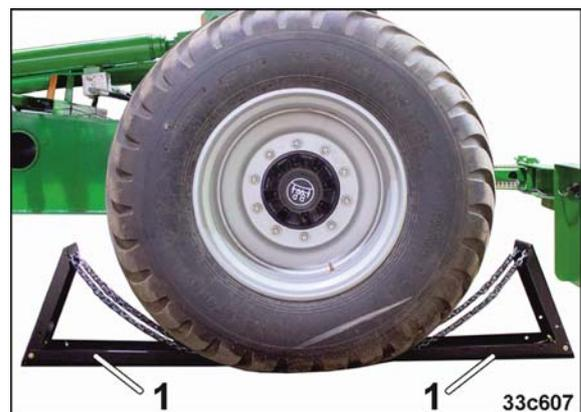

Fig. 108
1. Prüfen, ob die Maschine mit Unterlegkeilen (Fig. 108/1) gesichert ist.